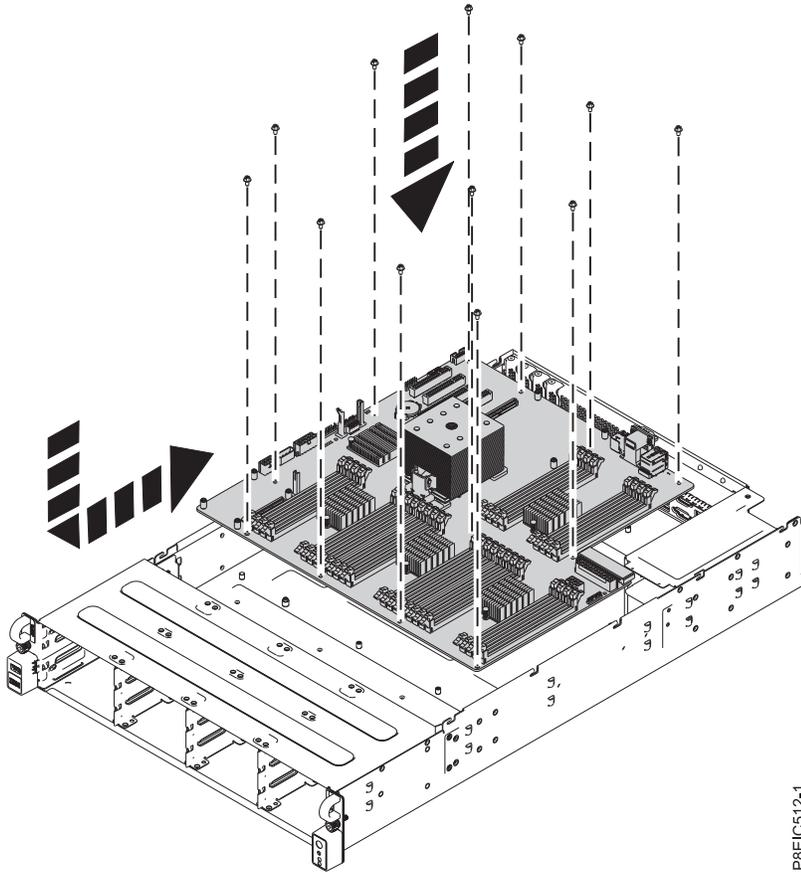

Abbildung 83. Systemrückwandplatine austauschen
13. Stellen Sie sicher, dass die Kabel an der Vorderseite nicht im Weg sind, senken Sie die Systemrückwandplatine, während Sie das Kühlblech des Prozessors vorsichtig halten, auf dem Chassis ab und schieben Sie sie zur Rückseite des Chassis. Siehe Abb. 83.